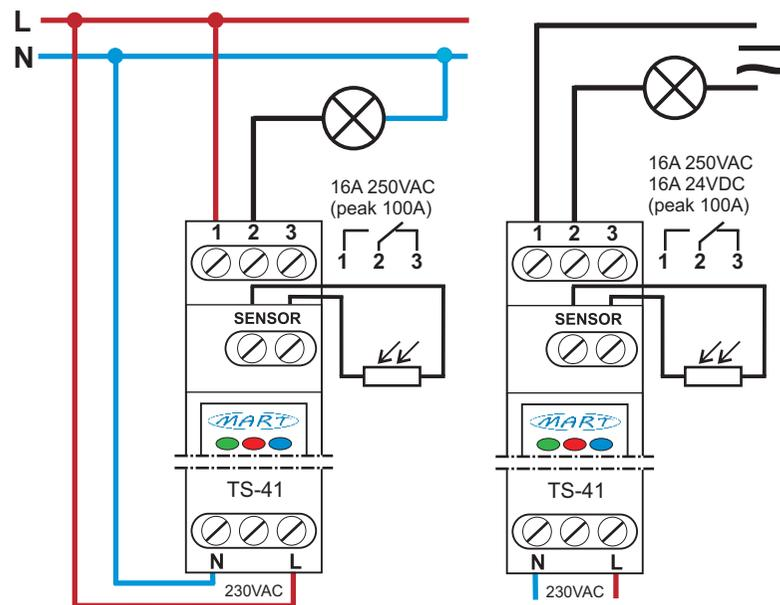

Bild 2: Anschlusschema des Dämmerungsschalters TS-41-3.4
3. Schließen Sie die Anschlüsse gemäß dem Diagramm an (Abb. 2).